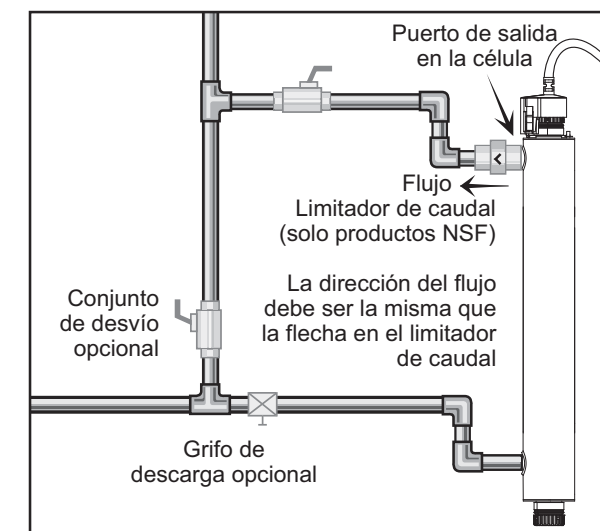

Figura 4 Limitador de caudal
3. Monte el sistema en la pared con las grapas suministradas. Para conectar la fuente de agua al sistema se pueden usar varios métodos de conexión, sin embargo, se recomiendan los conectores de unión. El uso de un dispositivo limitador del caudal ayuda a mantener el caudal nominal del fabricante. El limitador de caudal debe instalarse en el puerto de salida y está diseñado para instalarse en una sola dirección. Asegúrese de que el flujo del agua coincide con la dirección de flujo indicada en el limitador de caudal. Consulte Figura 4.